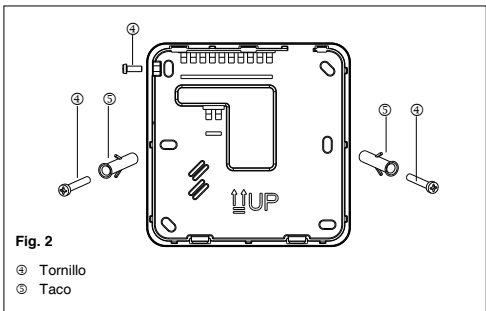

Fig. 2
- Separar la base del mando quitando el tornillo situado en la parte superior izquierda (Fig. 2). Colocar la base sobre la pared marcando los puntos de perforación.
- Fijar el mando a la pared mediante los tacos ② específicamente previstos.
- Cerrar el mando con su tapa por medio del tornillo quitado anteriormente (Fig. 2).